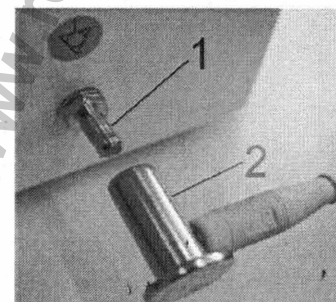

Рис. 4
- Штырек для эквипотенциального, прямого соединения $\varnothing 6$ мм (1) (рис. 4) подсоединить к распределительной сети в соответствии с действительными электротехническими нормами. Розетка эквипотенциального, прямого соединения (2) относится к выбираемым принадлежностям, и ее нет в стандартной упаковке.